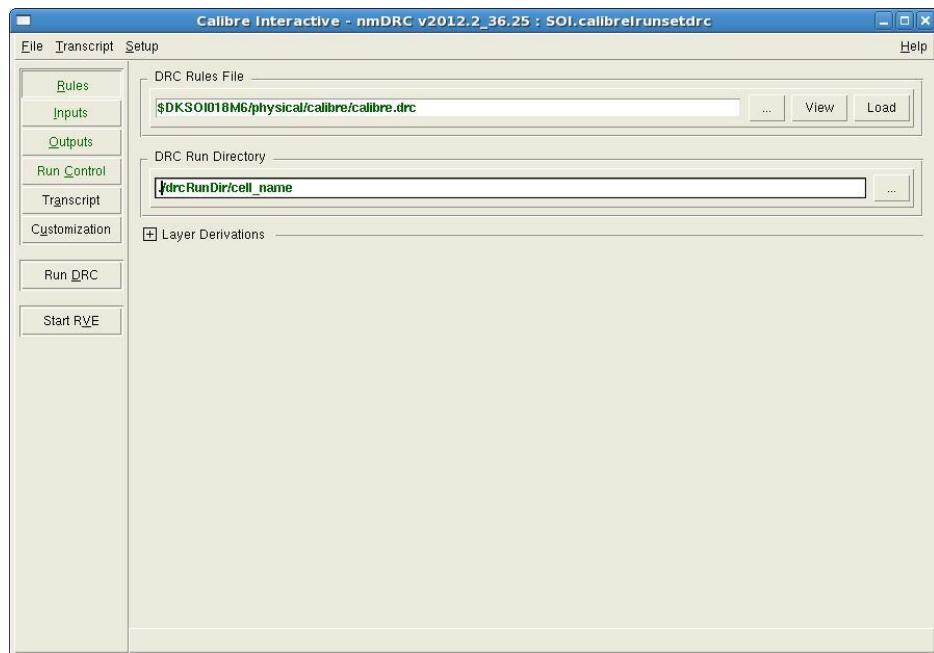

Рис. 9.3. Вкладка для указания пути к DRC-файлу и рабочему каталогу.
- 4) При правильной настройке КСП поле “DRC Rules File” на вкладке “Rules” в основном окне Calibre DRC заполняется автоматически и не требует вмешательства пользователя. Также пользователю предлагается указать в поле “DRC Run Directory” рабочий каталог, куда Calibre будет помещать всю создаваемую в процессе верификации информацию, либо оставить его значение, заданное по умолчанию (рис. 9.3).